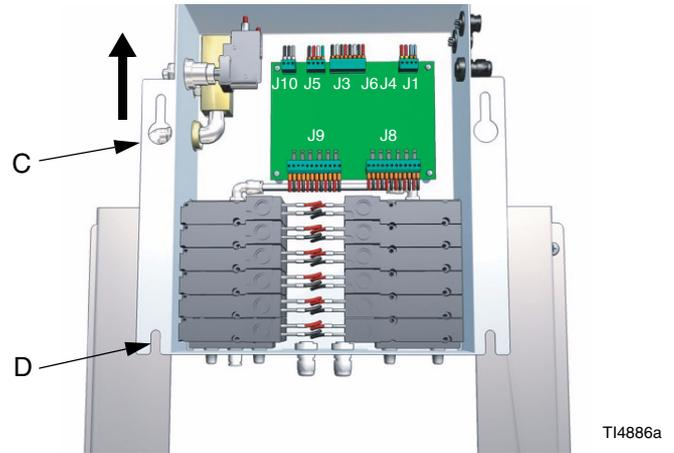

FIG. 2
5. Deslice el panel (C) hasta que las ranuras de la parte inferior (D) queden alineadas con los orificios de los tornillos superiores y sujete la caja con los 2 tornillos. FIG. 2.